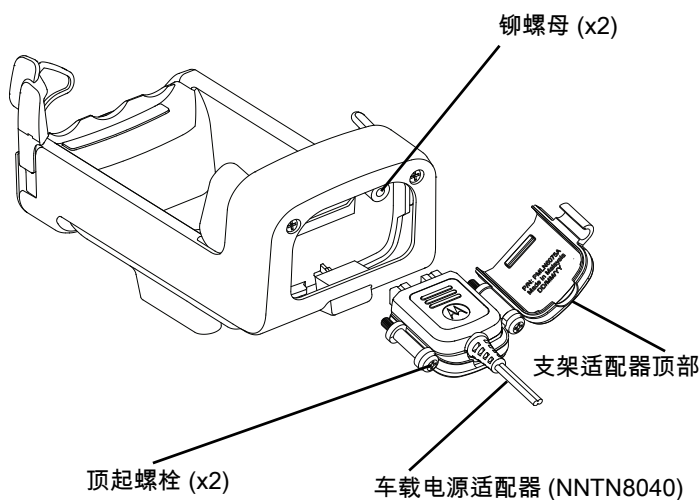

图 4。将 VPA 适配器支架安装至底座。
安装带 VPA 套件的 PMLN6181 车载充电座时，请遵循以下步骤。请参考上面的图 4：
1. 如图 4 所示，将 NNTN8040 车载电源适配器置于支架适配器上。